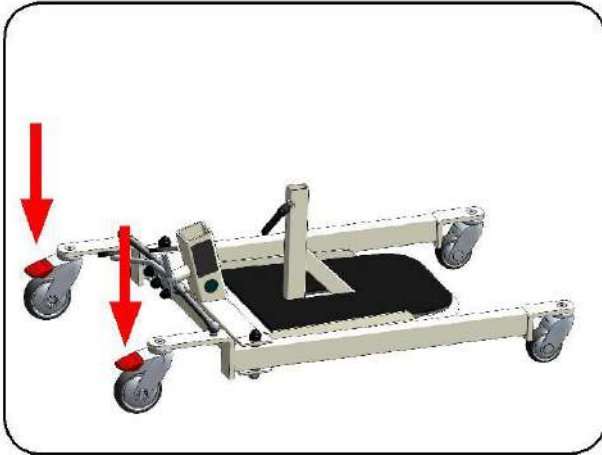

Figura 06
1. En primer lugar, coloque la estructura sobre el suelo con las ruedas traseras bloqueadas (Figura 06).